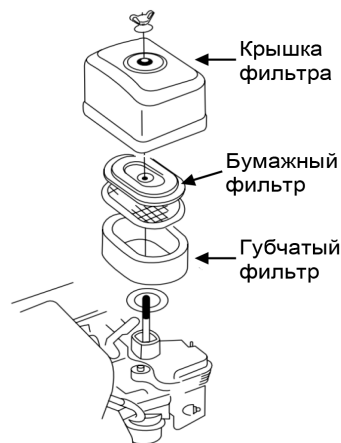

Рис. 20
8.6. Обслуживание воздушного фильтра (рис. 20).